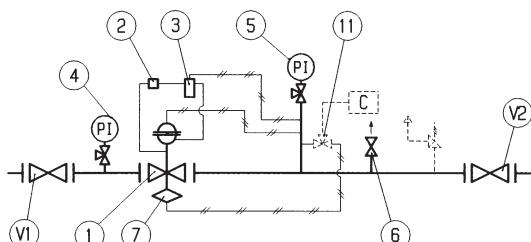

Fig. 21
5.4 MESSA IN SERVIZIO REGOLATORE REFLUX 819 CON VALVOLA DI BLOCCO SB/82 INCORPORATA (FIG. 21)
SB/82 SLAM-SHUT (FIG. 21)**
SB/82 (ABB. 21)**
- A) Per i dispositivi di blocco collegati alla tubazione di valle tramite la valvola deviatrice a tre vie "push" 11 procedere nel modo che segue (Fig. 21): collegare alla via C una pressione ausiliaria controllata;
- A) For slam-shuts connected to the downstream piping by a three-way deviator push valve 11, proceed as follows (Fig. 21):
- A) Bei Sicherheitsabsperrventilen, die durch das 3-Wege-Ventil "Push" 11 mit der Ausgangsdruckleitung verbunden sind, ist folgendermaßen vorzugehen (Abb. 21):
(FIG. 21)**
A) Pour les dispositifs de sécurité reliés au tuyau en aval par la vanne déviatrice à trois voies "push" 11, procéder de la façon suivante (fig. 21):
A) Por lo que respecta los dispositivos de bloqueo conectados a la tubería con la válvula desviadora de tres vías "push" 11, hay que hacer lo siguiente (Fig. 21):
A) Para válv. de segurança instaladas através da válvula de 3 vias "push" 11, à tubagem a jusante, proceder como se segue (fig. 21):